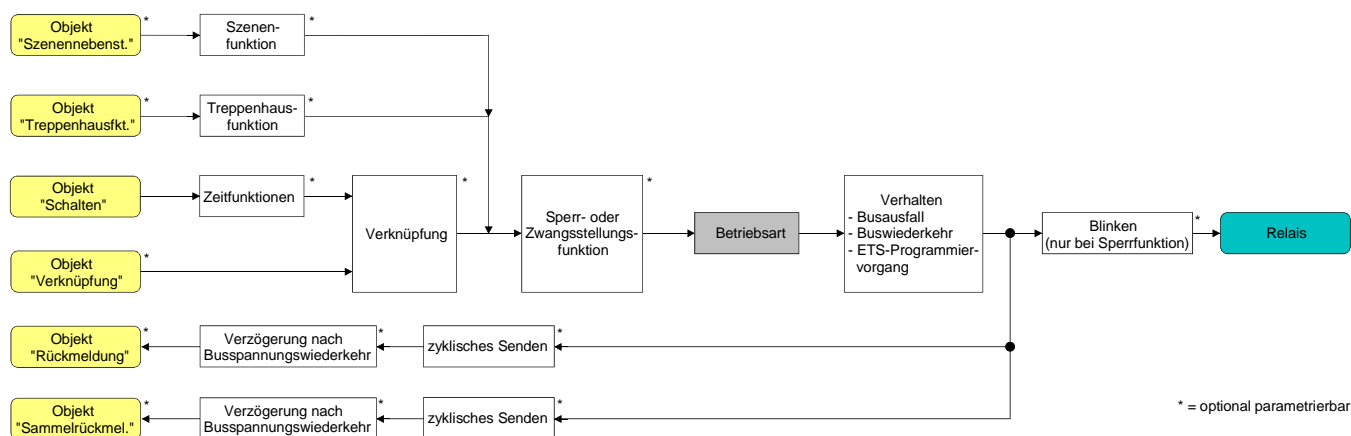

Bild 11: Funktionsschaltbild "Betriebsart"
- ❗ Der logische Schaltzustand ("ein - 1" oder "aus - 0") wird durch das Kommunikationsobjekt "schalten" eingestellt und durch die Funktionen beeinflusst, die optional aktiviert werden können (z. B. Zeit-/Treppenhausfunktionen, Verknüpfungen, Sperr-/Zwangsfunktionen, Szenen – vgl. Bild 11).